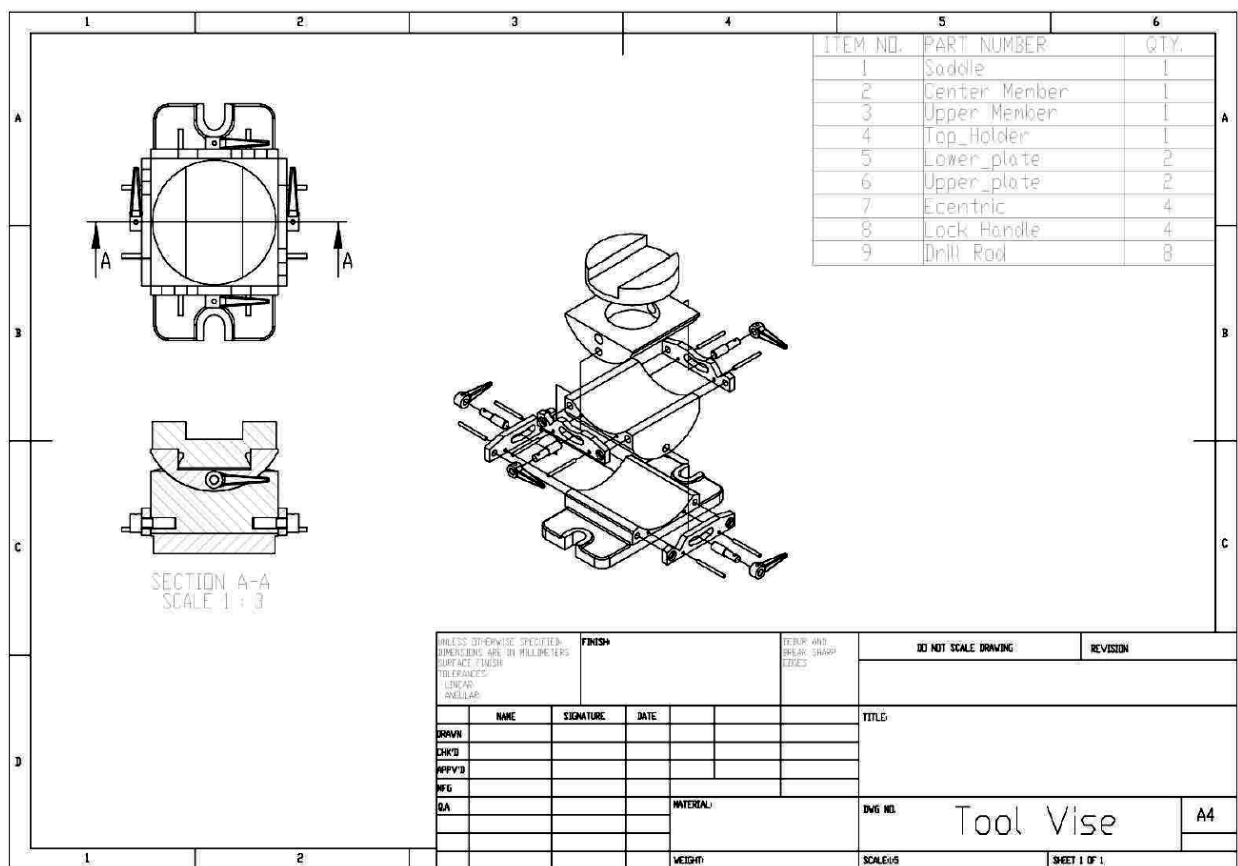

Рисунок 11.14 – Аркуш креслення після створення BOM і видалення стовпця Description
- ж) Згенерувати специфікацію (рис. 11.14).
8. Прийміть усі інші параметри за замовчуванням у **Bill of Materials PropertyManager**, а потім натисніть кнопку **OK**; БОМ з'явиться в області креслення у позиції за замовчуванням (див. рис. 11.14).